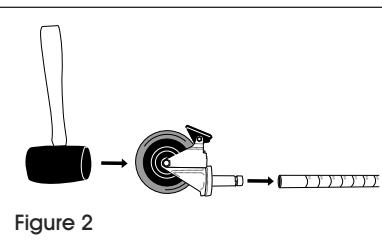

Figure 2
1. Assurez-vous que le montant est positionné comme illustré. (Voir Figure 2)
2. Engagez les freins pour empêcher les roulettes de tourner lors du montage. Utilisez un maillet en caoutchouc pour tapoter la tige des roulettes dans les montants. (Voir Figure 2)